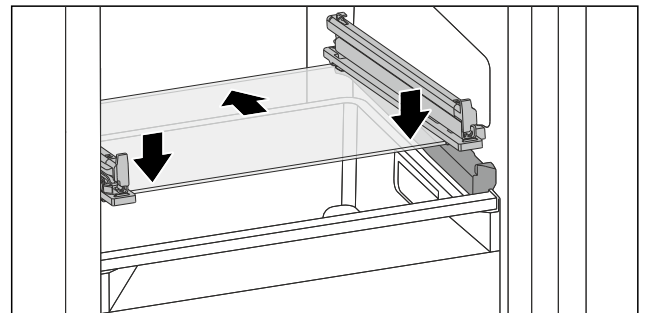

Fig. 109 Glasplatte des abklippbaren Schubfachs
- Glasplatte schräg hinter den Stopperr aufsetzen. (siehe Fig. 109)